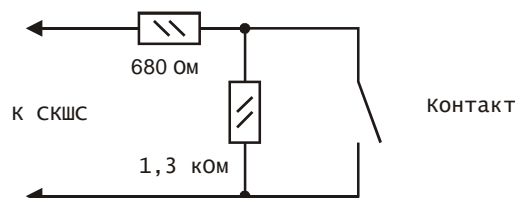

Рис. 2 Типовая схема включения ШС с контролем КЗ и обрыва
Схемы включения ШС приведены на Рис. 2 и Рис. 5. Данные схемы справедливы для нормально замкнутых и нормально разомкнутых контактов. Наличие или отсутствие контроля КЗ или обрыва ШС конфигурируется в БЦП (см. Руководство по программированию ППКОП 01059-100-4 "Рубеж-060" (ППКОПУ 01059-1000-3 «Рубеж-08»)).
При подключении одного ШС к СКШС по схеме на Рис. 2, собственный ток потребления СКШС увеличивается на:
5.5. Схемы включения ШС приведены на Рис. 2.